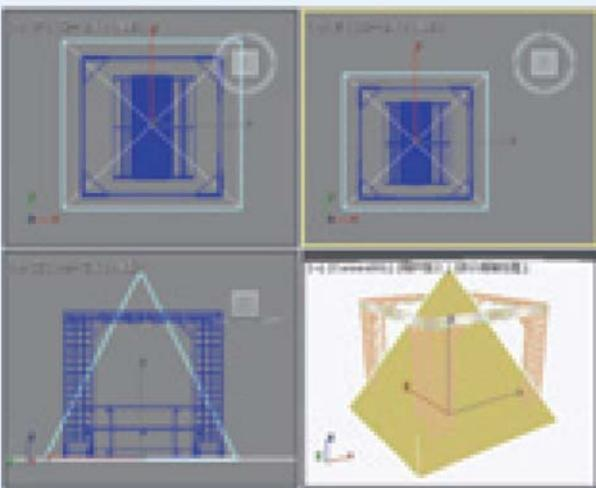

图4-36 创建四棱锥的高度
- 03 释放鼠标并向上移动，确定四棱锥的高度，单击鼠标左键，完成四棱锥的创建，如图4-36所示。